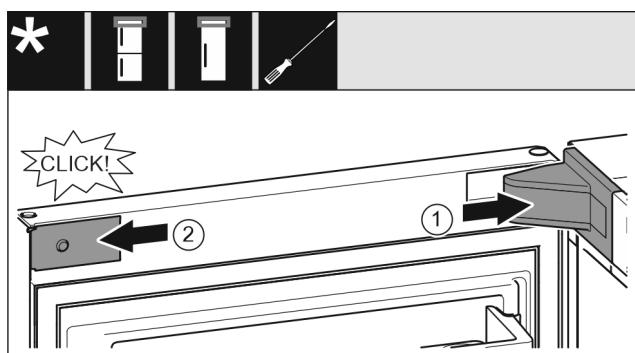

Fig. 21
- Крышку опорного кронштейна установите и зафиксируйте, при необходимости осторожно разожмите. *Fig. 21 (1)*
- Установите накладку сбоку и зафиксируйте. *Fig. 21 (2)*